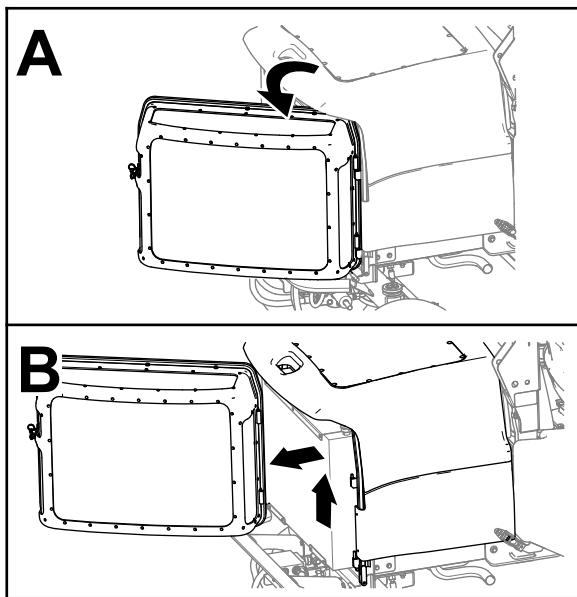

Bild 64
3. Entriegeln Sie das Motorgitter, öffnen Sie es und heben Sie es von der Maschine ab (Bild 64).